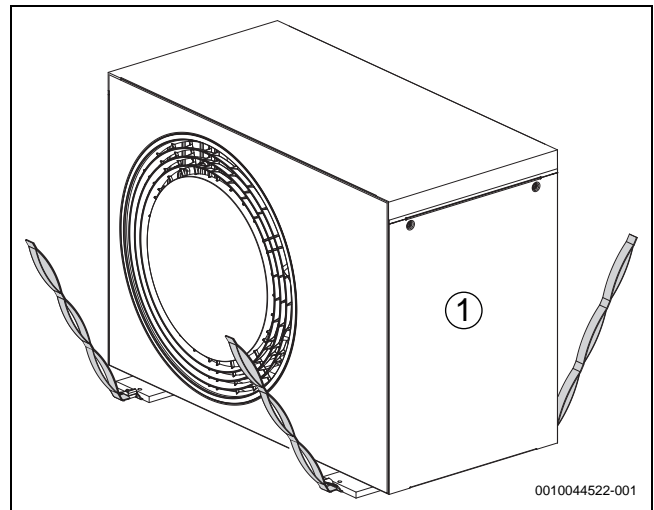

Bild 23 Beim Transportieren der Wärmepumpe ohne Verpackung die Gurte verwenden
- Achtung! Die Wärmepumpe ist auf der Kompressorseite schwerer (→ Abbildung 23).